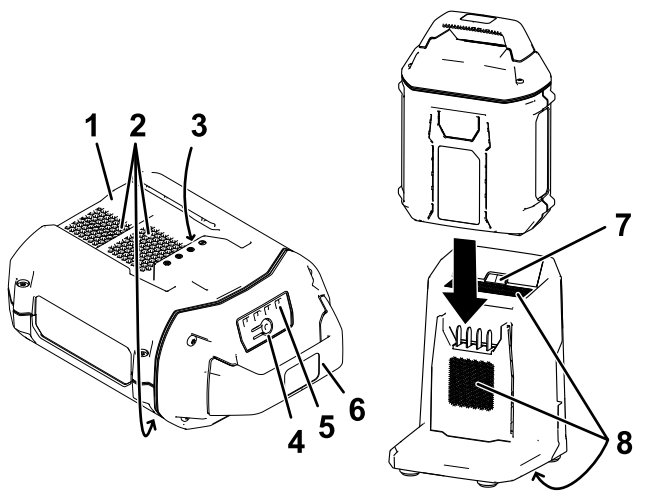

Figura 23
- Alinee el hueco de la batería (Figura 23) con la lengüeta del cargador.
- Introduzca la batería en el cargador hasta que esté completamente asentada (Figura 23).